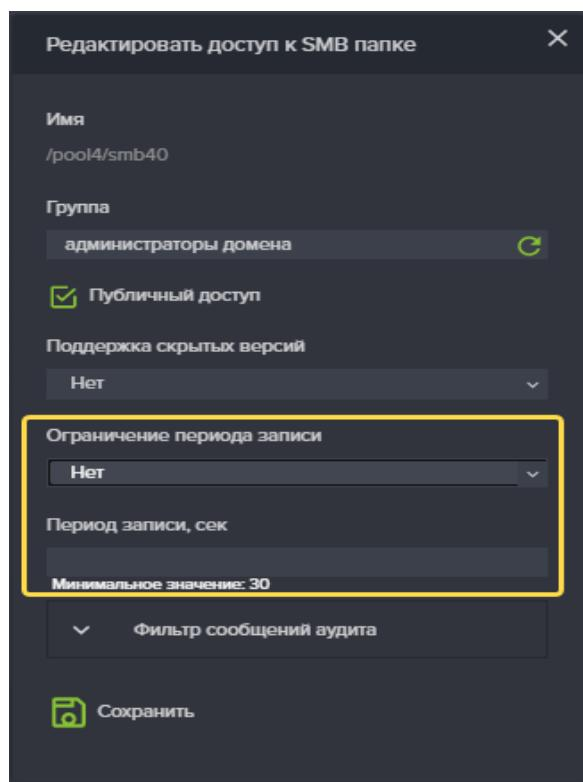

Рисунок 100. Установка блокировки изменений записанных файлов
3. Нажмите на кнопку «Редактировать доступ», Рисунок 100;